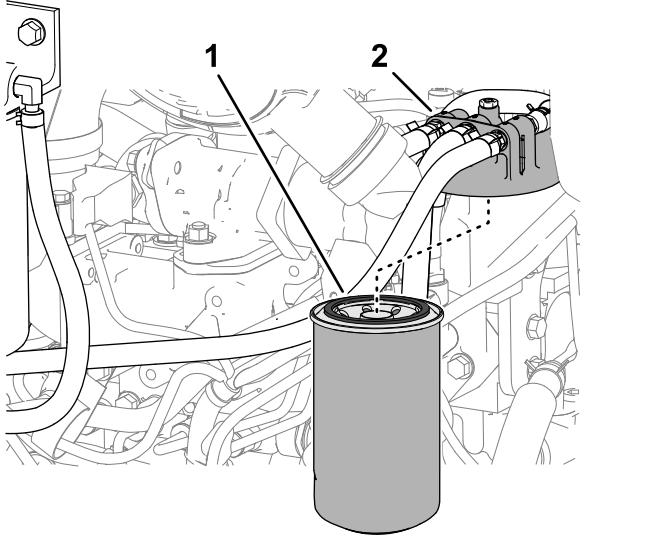

Figure 130
3. Nettoyez la surface autour de la tête du filtre à carburant (Figure 130).
4. Déposez le filtre et nettoyez la surface de montage de la tête du filtre (Figure 130).